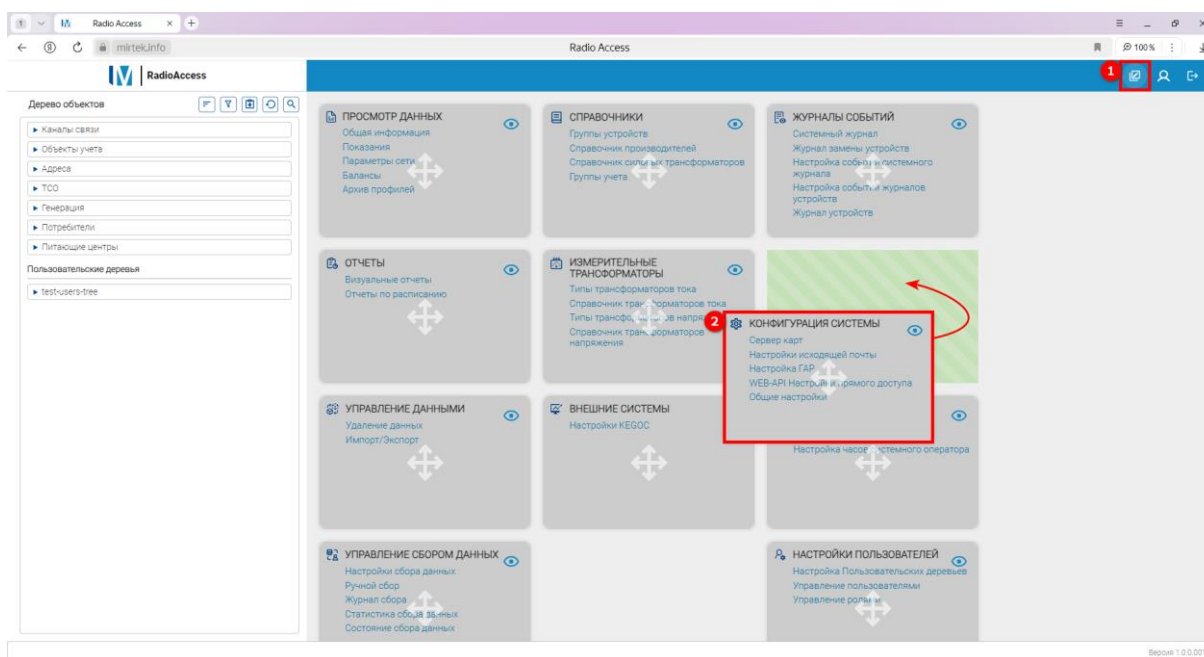

Рисунок 22 – Режим перемещения
Для этого необходимо нажать кнопку  (1) (см. рисунок 22), и далее, нажимая левой кнопкой мыши по информационному окну, можно осуществить его перемещение в любое удобное местоположение (2).